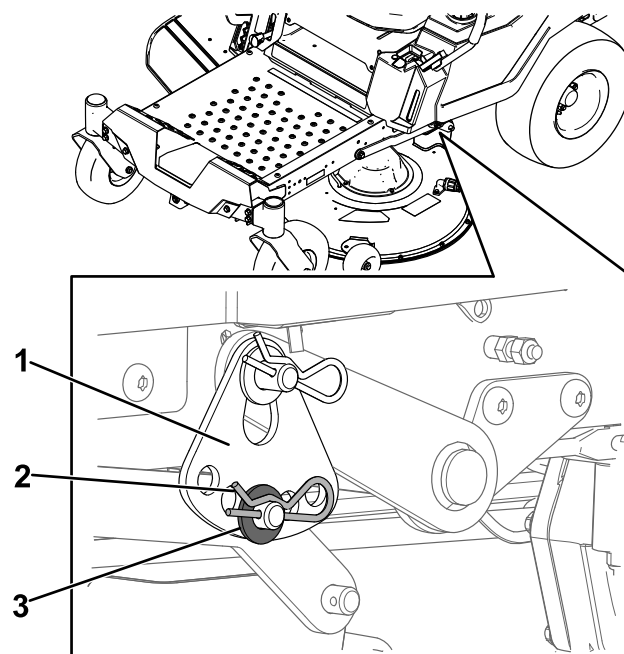

Figura 69
6. Remova o perno de gancho e a anilha do pino do braço de elevação (Figura 69).